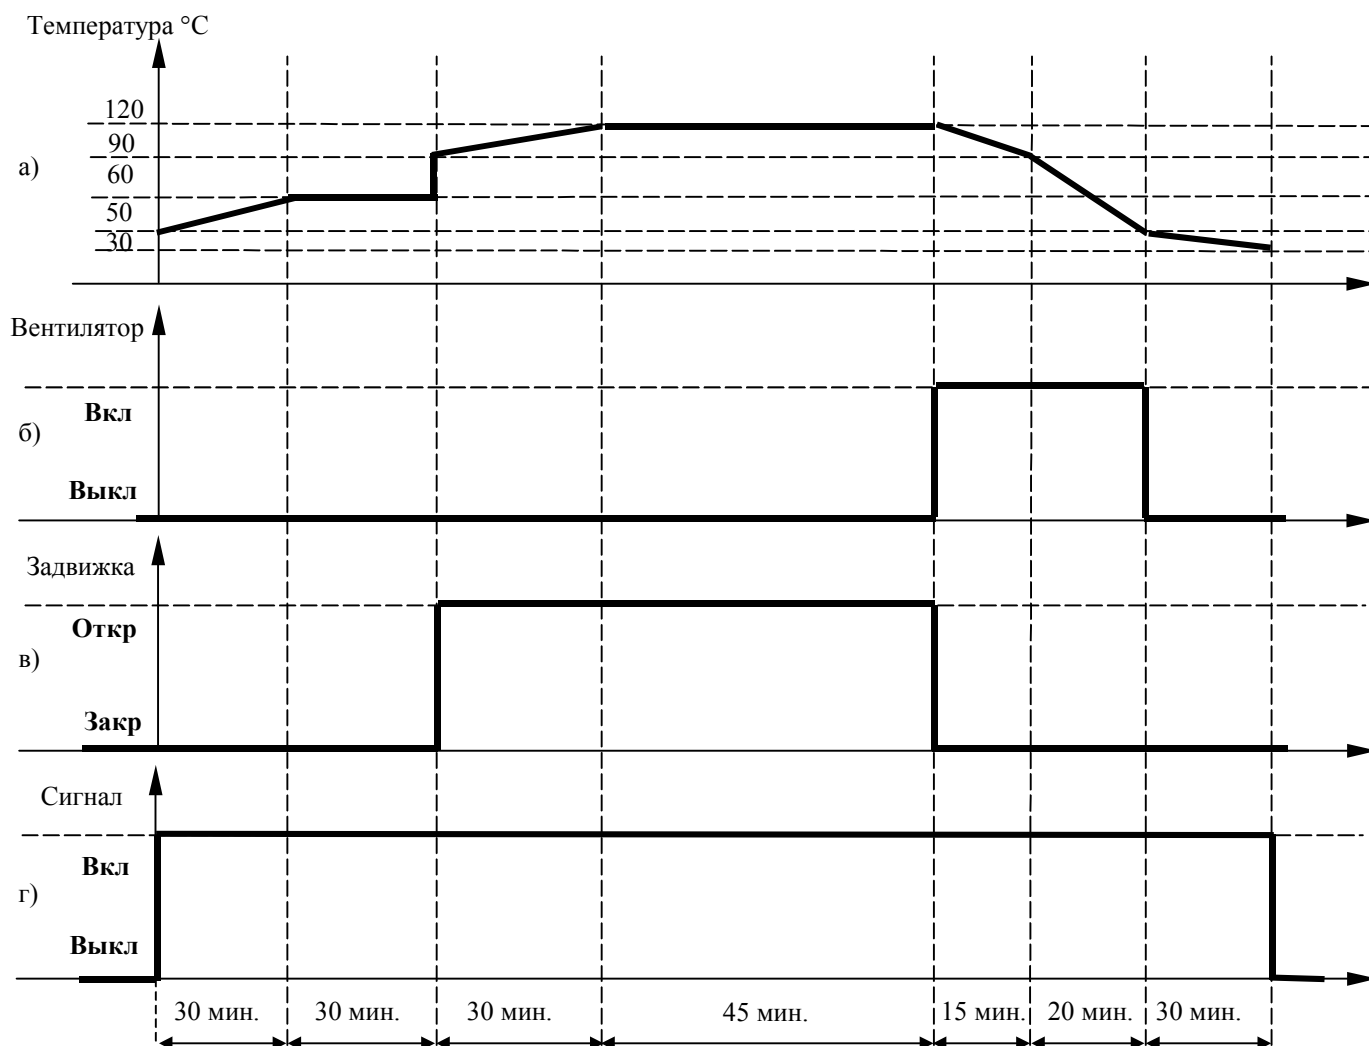

Рис. 6.6
Пусть необходимо управлять температурой в камере в соответствии с графиком, приведенным на рис.6.6.а. При этом начальное значение температуры должно быть установлено равным 50 °С.
- включать и выключать вентилятор в соответствии с рис. 6.6.б;
- открывать и закрывать задвижку в соответствии с рис. 6.6.в;
- включать на время исполнения программы световую сигнализацию, см. рис.6.6.г.
- г) Если на первом шаге требуется, чтобы температура увеличивалась со скоростью $V = 1^\circ\text{C} / 3 \text{ мин}$ (т.е как на рис.6.6.а) от измеренного значения $T_{изм}$ до 60°C необходимо задавать параметры первого шага следующим образом: